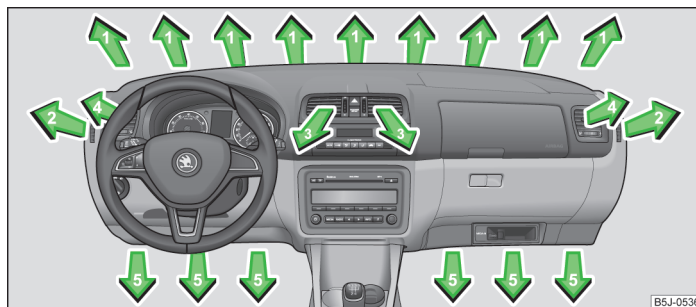
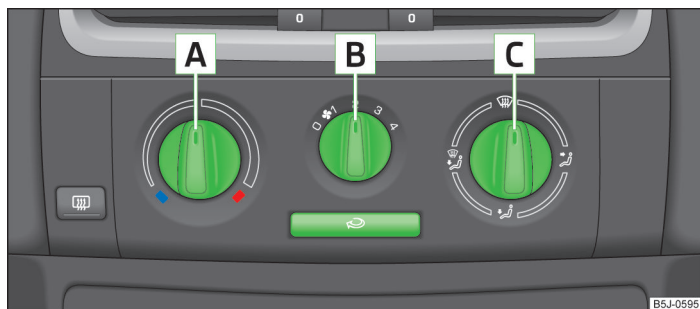

Fig. 77 Diffuseurs d'air
Fig. 78 Chauffage : organes de commande
Les diffuseurs d'air 3 et 4 » fig. 77 offrent la possibilité de modifier la direction du débit de l'air et peuvent s'ouvrir et se fermer séparément.
- Faites tourner la molette verticale (diffuseurs d'air 3) » fig. 77 ou la molette horizontale (diffuseurs d'air 4) sur la position
- Faites tourner la molette verticale (diffuseurs d'air 3) » fig. 77 ou la molette horizontale (diffuseurs d'air 4) sur la position 0.
- Pour modifier la hauteur du flux d'air, faites pivoter les lamelles horizontales à l'aide du bouton coulissant » fig. 77.
Le régulateur de répartition d'air  » fig. 78 à la page 82 vous permet de régler l'arrivée d'air dans chaque diffuseur d'air.
Fonctions de chaque organe de commande » fig. 78.
Les éléments de commande **A** et **C** » fig. 78 peuvent être réglés sur chaque position intermédiaire souhaitée.
| Réglage                                         | Position du sélecteur » fig. 78 à la page 82 |          |          | Touche de symbole» fig. 78 à la page 82 | Diffuseurs d'air 4 » fig. 77 à la page 80 |
| Réglage                           | Position du sélecteur » fig. 78 à la page 82 |                    |   | Touche de symbole» fig. 78 à la page 82 | Diffuseurs d'air 4 » fig. 77 à la page 80 |
Nous vous recommandons de laisser les diffuseurs d'air 3 » fig. 77 à la page 80 ouverts dans tous les modes de service.
Le mode recyclage de l'air ambiant se désactive automatiquement lorsqu'on place le régulateur de répartition de l'air » fig. 78 à la page 82 sur la position . Un actionnement répété de la touche de symbole permet de réactiver le recyclage de l'air intérieur également dans cette position.